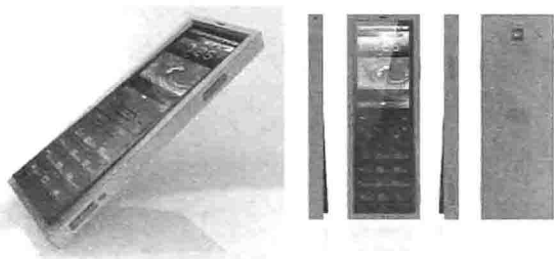

图1-3 概念手机
② 概念手机。手机外形简洁, 虽说看上去方方正正, 但是薄薄的身材有点像巧克力。外壳完全采用橡胶材质, 特点是在生活中能经受磕磕碰碰。而且还有个细微的特点, 键盘和屏幕是有点倾斜的, 据说更符合人体工程学。内置 400 万像素的摄像头和一对立体声喇叭, 如图 1-3 所示。